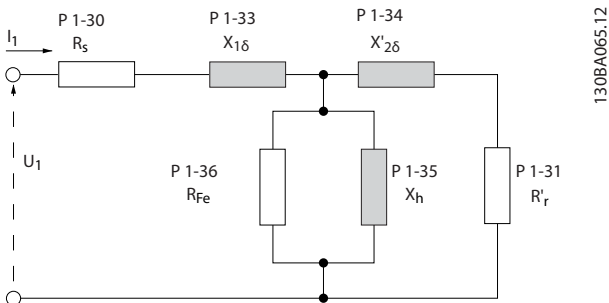

Ilustración 3.6 Diagrama equivalente del motor para un motor asíncrono
Un simple control del valor de la suma  $X_1 + X_h$  se efectúa dividiendo la tensión del motor línea a línea por la raíz cuadrada (3) y dividiendo este valor por la intensidad del motor sin carga.  $[VL-L/\text{sqrt}(3)]/I_{NL} = X_1 + X_h$ , consulte la *Ilustración 3.6*. Estos valores son importantes para magnetizar adecuadamente el motor. Esta comprobación se recomienda encarecidamente en los motores de ocho o más polos.
Size related* [ 0.0400 - 400.0000 Ohm]	Ajuste la reactancia de fuga del estátor del motor utilizando uno de los siguientes métodos: <ul style="list-style-type: none"> <li>Ejecute un AMA en un motor frío. El convertidor de frecuencia mide el valor del motor.</li> <li>Introduzca manualmente el valor de <math>X_1</math>. Consulte este valor al proveedor del motor.</li> <li>Utilice el ajuste predeterminado de <math>X_1</math>. El convertidor de frecuencia selecciona el ajuste basándose en los datos de la placa de características del motor.</li> </ul> <p>Consulte la Ilustración 3.6.</p> AVISO! El valor del parámetro se actualiza tras cada calibración del par si se selecciona la opción [3] 1st start with store o la opción [4] Every start with store en el parámetro 1-47 Calibrac. de par baja veloc..
Size related* [ 0.0400 - 400.0000 Ohm]	<p>Ajuste la reactancia de fuga del rotor del motor utilizando uno de los métodos siguientes:</p> <ul style="list-style-type: none"> <li>Ejecute un AMA en un motor frío. El convertidor de frecuencia mide el valor del motor.</li> <li>Introduzca manualmente el valor de X2. Consulte este valor al proveedor del motor.</li> <li>Utilice el ajuste predeterminado de X2. El convertidor de frecuencia selecciona el ajuste basándose en los datos de la placa de características del motor.</li> </ul> <p>Consulte la Ilustración 3.6.</p> <p>AVISO!</p> <p>El valor del parámetro se actualiza tras cada calibración del par si se selecciona la opción [3] 1st start with store o la opción [4] Every start with store en el parámetro 1-47 Calibrac. de par baja veloc..</p> <p>AVISO!</p> <p>Este parámetro solo es relevante para los motores asíncronos.</p>